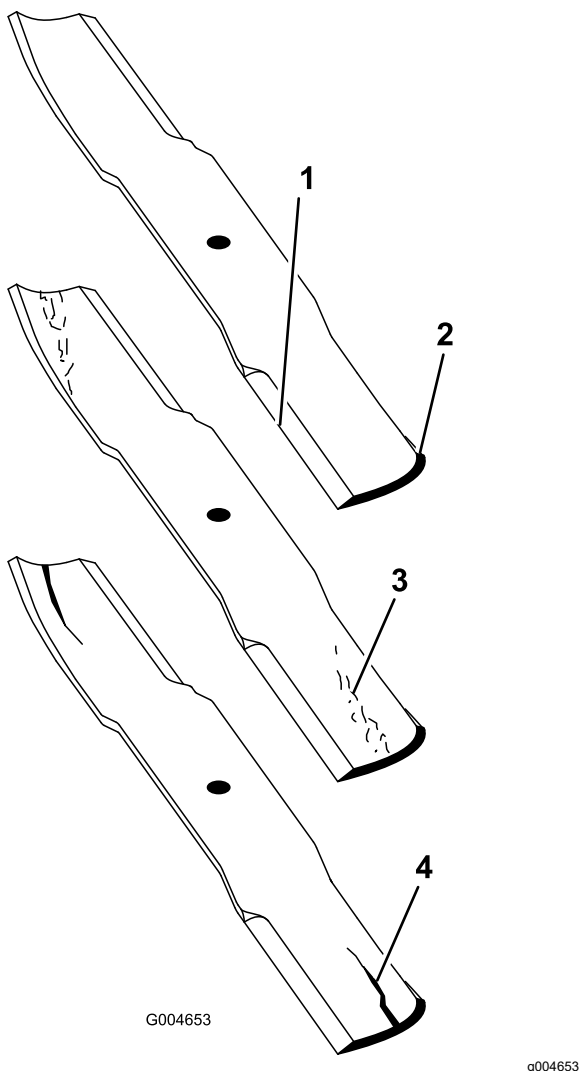

Figure 86
- Examinez attentivement les tranchants de la lame, particulièrement au point de rencontre de la partie plane et de l'ailette (Figure 86).
Remarque: Le sable et les matières abrasives peuvent éroder le métal à cet endroit, c'est pourquoi il est important de contrôler l'état de la lame avant d'utiliser la tondeuse. Remplacez la lame si elle est usée (Figure 86).